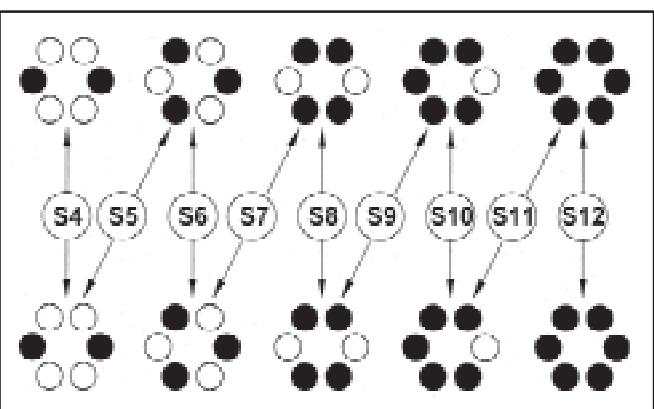
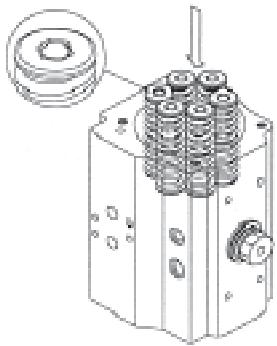
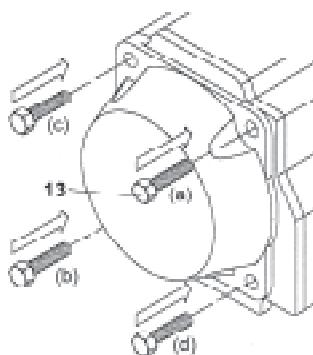

Fig. 24
Fig. 25
Fig. 26
(figure 24, 25 et 26)
Sauf DAP / SRP 900 et DAP / SRP 3000 qui sont symétriques en N°22, et des cartouches ressort, figure 24, 25 et 26:
- Dans le cas du simple effet, monter la quantité de cartouches ressort en accord avec les choix indiqués figure 24. Donnant le nombre total des cartouches ressort. Monter les cartouches ressort (17) comme indique figure 25.
- Monter les joints toriques d'embout (14) dans les gorges des deux embouts.
- Monter les deux embouts sur le corps (29), en s'assurant que les joints toriques restent dans leurs gorges,
- Monter les vis d'embout (13) en les vissant partiellement. Finir le vissage en suivant la séquence indiquée figure 26.